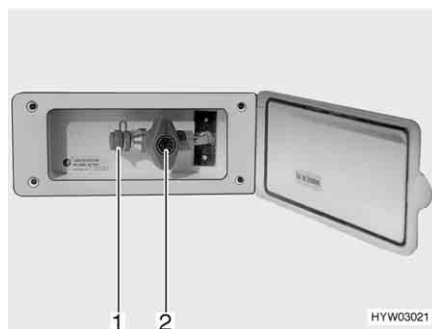

Bild 116 Extern gasanslutning, gasavstängningsventilen stängd
Den externa gasanslutningen (Bild 116) befinner sig, beroende på modell, på fordonets bakdel eller på fordonets vänstra resp. högra sida.
- Anslut den externa gasapparaten till anslutningar (Bild 116,1).
- Öppna gasavstängningsventilen (Bild 116,2).